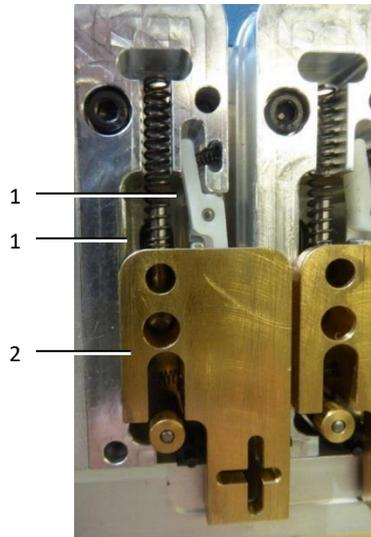

Abb. 28: Transporteinheit
- Geben Sie an beide Seiten (Abb. 28, Pos. 1) der Führungsnut sehr wenig Öl an das Aluminium.
- Fahren Sie mit dem Messingschieber (Abb. 28, Pos. 2) auf und ab, um das Öl zu verteilen.